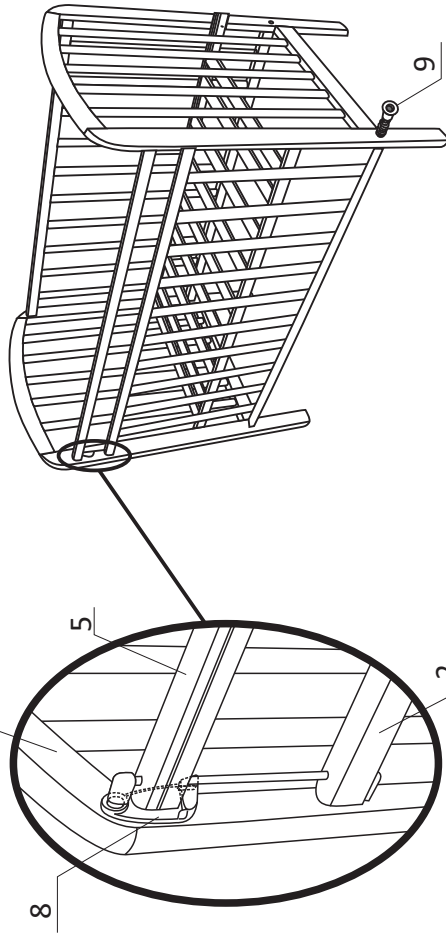

Рисунок 3
4. Собрать переднее боковое ограждение (2) со спинками на два винта конфирмата (9) в нижние отверстия ограждения (см. рис. 3). Собрать механизм опускания (8) (см. рис. 3) для чего вставить металлический штырь в отверстия планки опускания (5) и переднего бокового ограждения, ограничить его пластмассовыми втулками и закрепить винтами механизма.